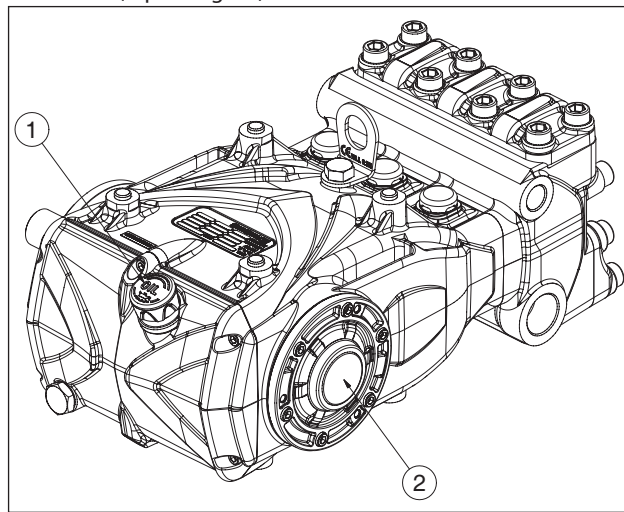

Fig. 13
- L'huile du carter de pompe est à niveau en utilisant la jauge (rep. ① Fig. 13) et exceptionnellement le témoin de niveau (rep. ② Fig. 13).